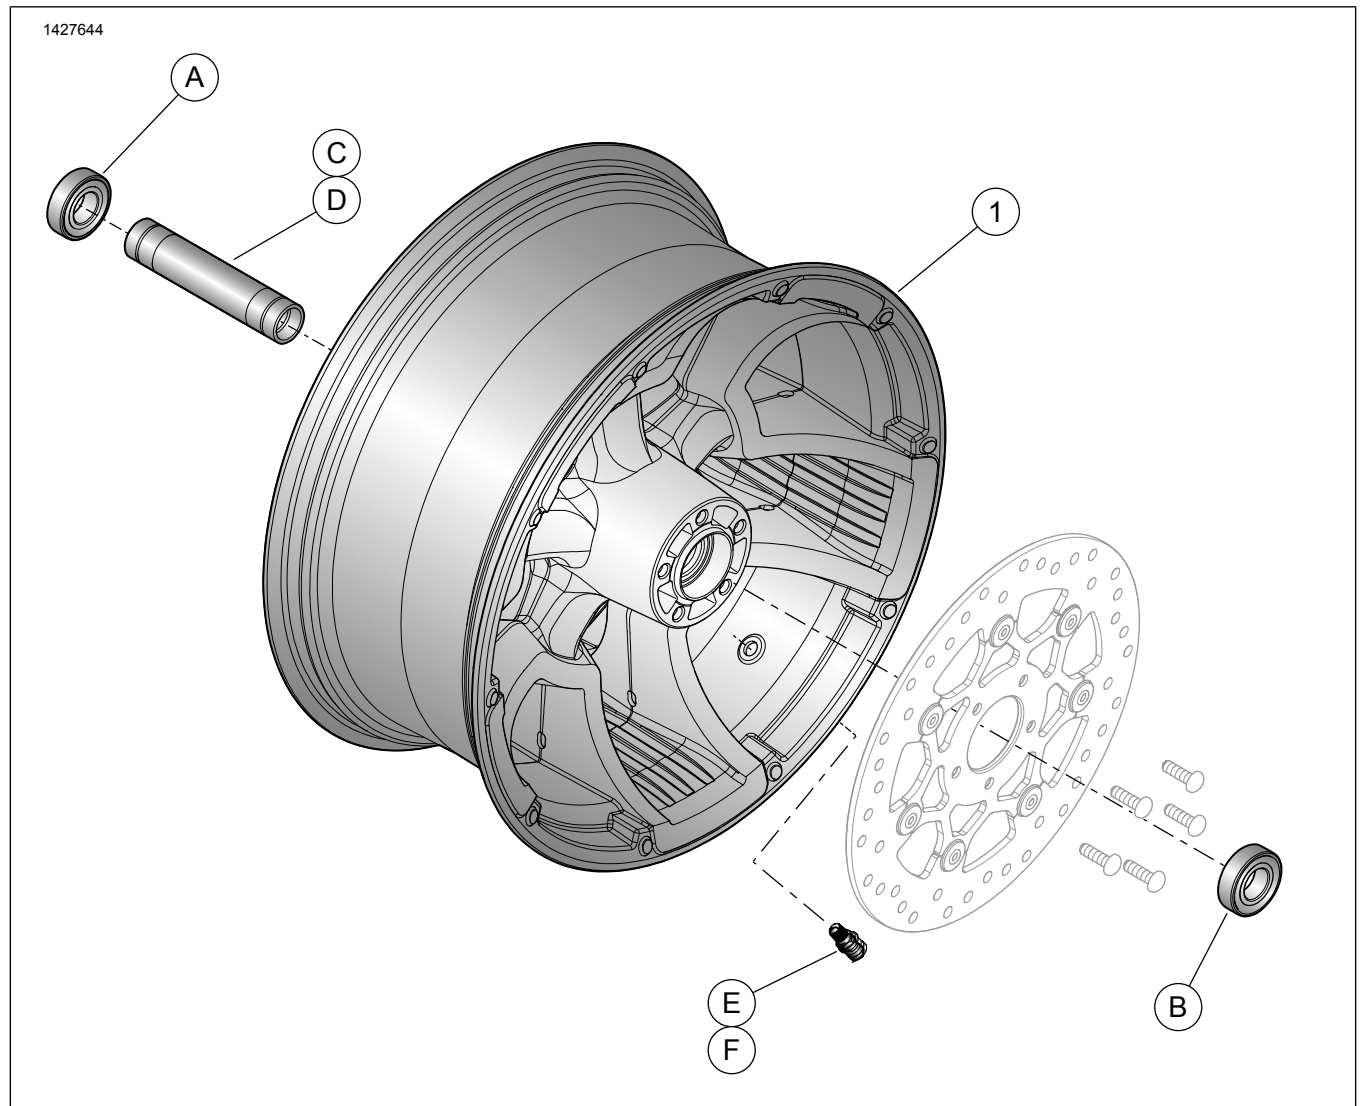

Figure 1. Mga Pamalit na Piyesa: Mga Likurang Gulong (Ipinapakita ang 16 na pulgada na gulong)
Tingnan ang Figure 1 at Talahanayan 3 .
2. Figure 1 Ikabit ang valve stem assembly sa gulong. Tingnan ang MGA GULONG sa manwal ng serbisyo.